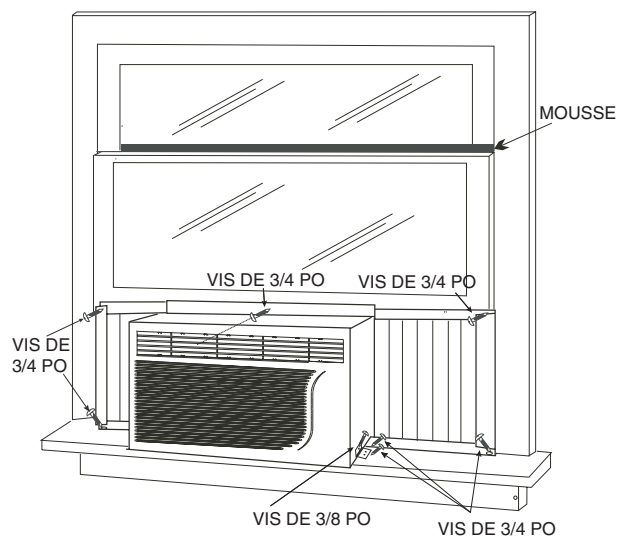

FIGURE 8 — FIXATION DU CLIMATISEUR À LA FENÊTRE
9. Fixez le climatiseur à l'appui de la fenêtre. Consultez la Figure 8. Enlevez les vis de $\frac{3}{8}$ po (0,95 cm) du bas de chaque côté du climatiseur. Installez les supports latéraux (compris) de chaque côté du climatiseur à l'aide des vis que vous avez retirées. Ne les vissez pas complètement. Installez les supports latéraux sur le châssis de la fenêtre, à côté du climatiseur, à l'aide de deux vis de $\frac{3}{4}$ po (1,875 cm) (comprises) pour chaque support. Serrez bien les vis de $\frac{3}{8}$ po (0,95 cm) pour fixer les supports au climatiseur.
10. Fixez le climatiseur au bas du châssis de la fenêtre à l'aide de l'une des vis de $\frac{3}{4}$ po (1,875 cm) comprises. La vis doit être installée dans le trou au centre du guide supérieur de l'appareil. Consultez la Figure 8.
11. Ouvrez les volets latéraux des côtés du climatiseur. Les panneaux doivent couvrir toute la largeur de la fenêtre. Le trou situé au haut de chaque volet latéral sert à fixer les panneaux à la fenêtre. La languette située au bas de chaque volet latéral sert à fixer le volet à l'appui de la fenêtre. Une fois les volets ouverts, marquez l'endroit où vous devrez percer sur les côtés du cadre et de l'appui de la fenêtre (en passant par les trous des volets). Consultez la Figure 8.
12. Percez les trous marqués lors de l'étape 11 avec un foret de 3 mm ($\frac{1}{8}$ po). Une fois les volets ouverts, fixez-les à l'aide de deux vis de $\frac{3}{4}$ po (1,875 cm) comprises (pour chaque côté). Consultez la Figure 8.
13. Coupez la mousse à sceller (comprise) pour qu'elle corresponde à la longueur de la fenêtre. Insérez la mousse entre le haut du châssis du bas de la fenêtre et les volets de la fenêtre du haut. Consultez la Figure 8. Assurez-vous qu'il n'y a aucun espace afin de prévenir les fuites d'air entre les fenêtres. Assurez-vous également que les insectes ne peuvent pas entrer par la fenêtre.